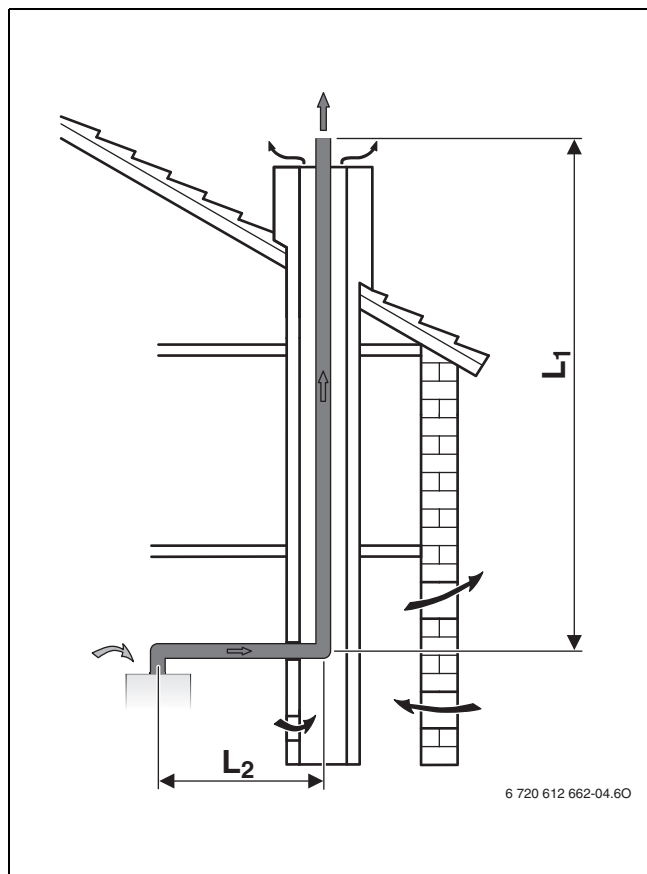

Рис. 6 Дымовая труба в шахте по B₂₃
- Если труба отвода дымовых газов проложена в вентилируемой шахте (→ рис. 6, 7 и 9), чистка шахты не требуется.
- Если воздух для горения проходит по шахте в противоположном к потоку дымовых газов направлению (→ рис. 6), шахту нужно чистить.